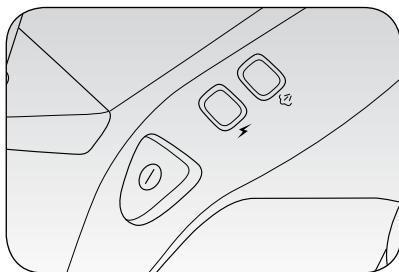

Fig. 3
Den Stecker in die Steckdose stecken und die Maschine durch Betätigen des Schalters (H) einschalten (Abb. 3). Die Kontrolllampe ON/OFF (G) und die Kontrolllampe Dampfbereitschaft (F) leuchten auf. Nach wenigen Minuten zeigt das Erlöschen der Kontrollleuchte Dampfbereitschaft (F) an, dass der Boiler nun unter Druck steht und das Gerät für die Abgabe von Dampf bereit ist.